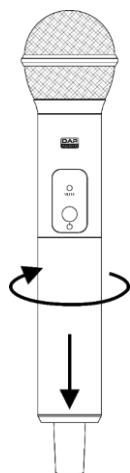

Fig. 08
- 01) Ruotare il coperchio della batteria in senso orario per allentarlo. Togliere il coperchio della batteria (Fig. 08).